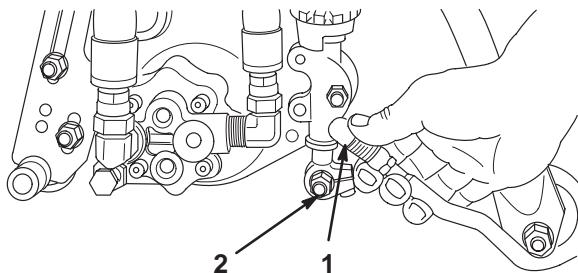

Figure 10
- Repoussez la gaine sur la rotule et tournez le bras de traction vers le bas pour que la boîte s'adapte sur la sphère. Relâchez la gaine pour qu'elle vienne recouvrir le goujon, ce qui solidarise les ensembles (Fig. 10).